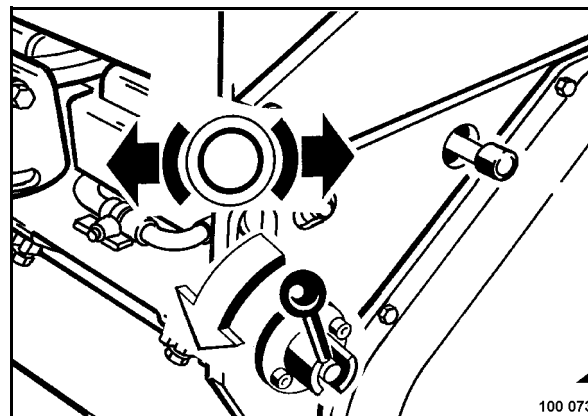

Fig. 36
- Sacar la palanca de accionamiento (Fig. 36), y encajarla hacia la izquierda en el símbolo "freno de estacionamiento suelto".